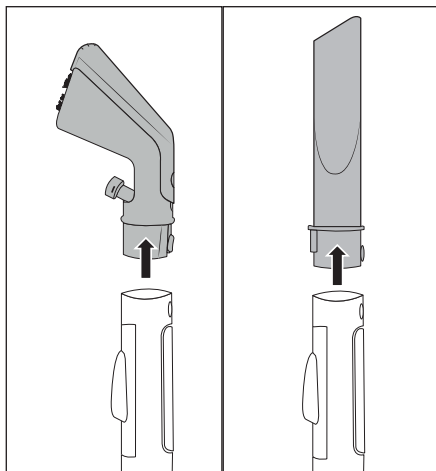

Fig. 8
- ◆ Apăsăți tasta de blocare 25/32 și scoateți duza pentru tapițerie 22 sau duza pentru rosturi 29 din furtunul de pulverizare/aspirare 19 (a se vedea fig. 8).